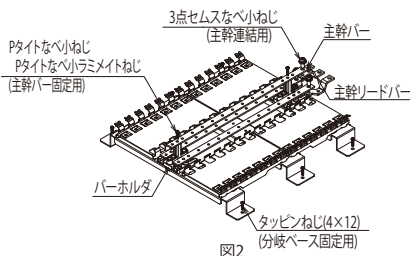

図2
3.主幹バーの取付け(図2)
4.分岐ベースの取付け(図2)
5.主幹リードバーの取付け(図2)